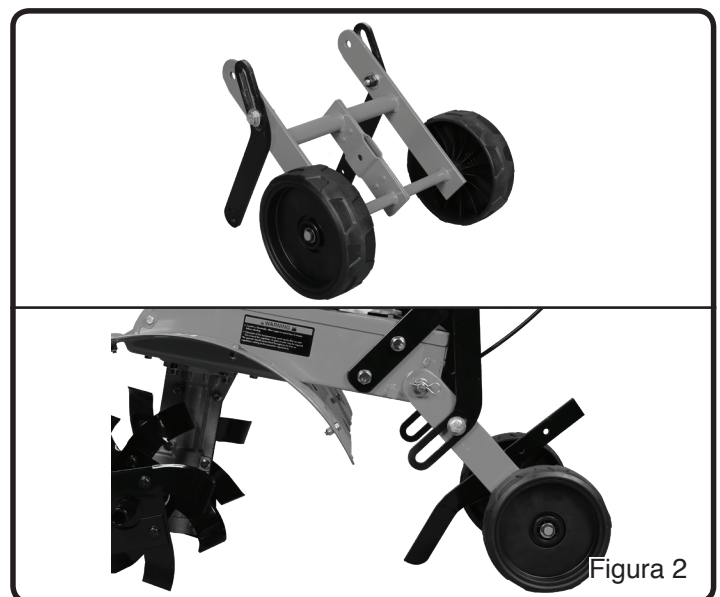

Figura 2
1. Instalar el conjunto de ruedas al chasis quitando un pasador de chaveta y arandela plana de uno de los extremos de la barra pivotante. Retirar la barra del chasis. Alinear los orificios de pivote en el conjunto de las ruedas con aquellos en el chasis. Instalar la barra pivotante y asegurar volviendo a poner la arandela plana y el pasador. (Véase las Figura 2)